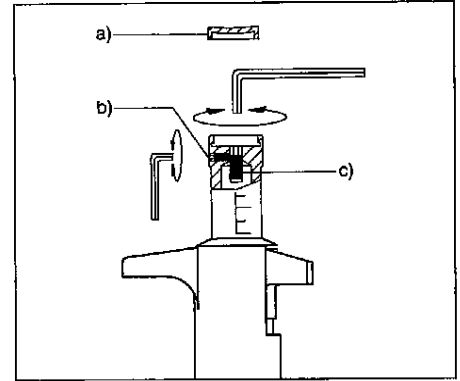

Fig. 3 Calibration
**In-lab calibration (fig. 3):** Whenever required, for instance when pipetting viscous or non-aqueous liquids, calibration adjustments can be performed by laboratory personnel. Reach calibration screw located inside plunger button by removing comfort pad a). Unlock side allen screw b), then delicately turn calibration screw c) clockwise to decrease volume, and vice versa. Re-tighten locking screw b). Check resulting volumes after each fine tuning. Cover push-button with comfort pad again.
**Calibration in-lab (fig. 3):** Un réétalonnage peut être requis lorsqu'un liquide visqueux ou non aqueux est pipeté. On accède à la vis de calibration logée sous le bouton-poussoir en enlevant le coussinet de rembourrage a). Débloquer la vis imbus latérale b), puis modifier le volume en tournant délicatement la vis de calibration c) dans le sens des aiguilles d'une montre, pour diminuer le volume et inversement. Resserrer la vis de blocage b). Contrôler les résultats obtenus après chaque ajustement. Replacer le coussinet sur le bouton à la fin de l'opération.
**In-lab Kalibrierung (Abb. 3):** Bei viskosen oder nicht wässrigen Flüssigkeiten kann eine Nachkalibrierung erforderlich sein. Die Kalibrierschraube, die sich unter dem Abwurfknopf befindet, wird durch Entfernen des Polsters a) und durch Lösen der Imbusschraube b), erreicht. Die Kalibrierschraube c) kann verstellt werden, wobei sorgfältiges Drehen im Uhrzeigersinn das Volumen reduziert und umgekehrt. Die Schraube b) wieder anziehen, danach das Volumen nachkontrollieren. Den Druckknopf mit dem Polster wieder verschliessen.